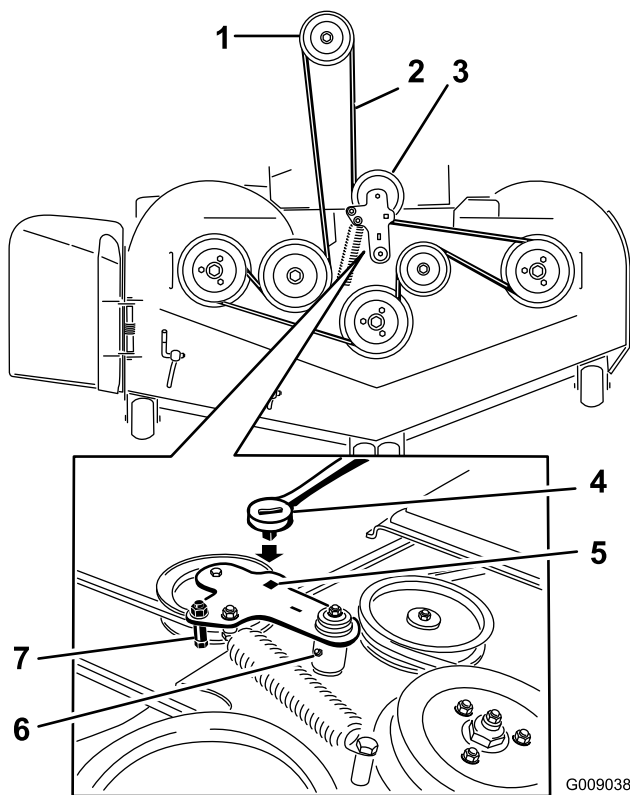

Figura 112
5. Levante la chapa de suelo e introduzca una llave dinamométrica en el taladro cuadrado del brazo tensor de la carcasa (Figura 112).
6. Gire cuidadosamente el brazo tensor de la carcasa en sentido horario y retire la correa del cortacésped (Figura 112).